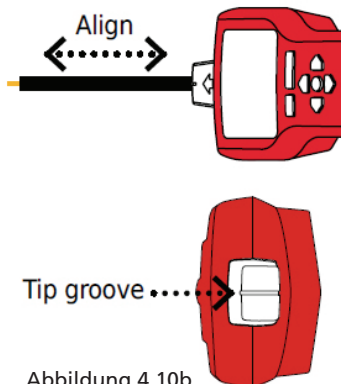

Abbildung 4.10b
5. Empfängerpositionierung: Um möglichst präzise Ergebnisse zu erhalten, richten Sie die Vertiefung im Spitzsensor auf den Kabelverlauf. Bei falscher Ausrichtung kann das Signal verloren gehen. (Siehe Abbildung 4.10b.)